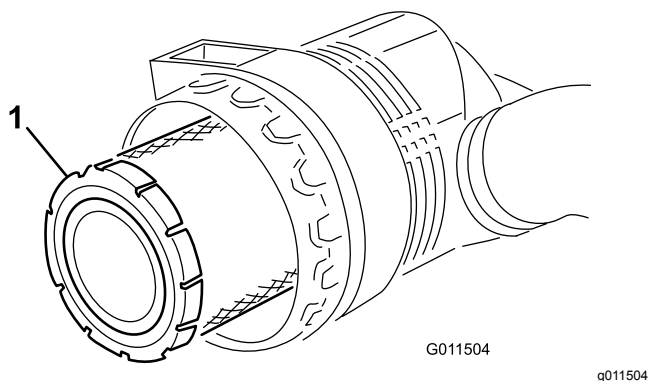

Figure 48
5. Déposez et remplacez le préfiltre (Figure 48).